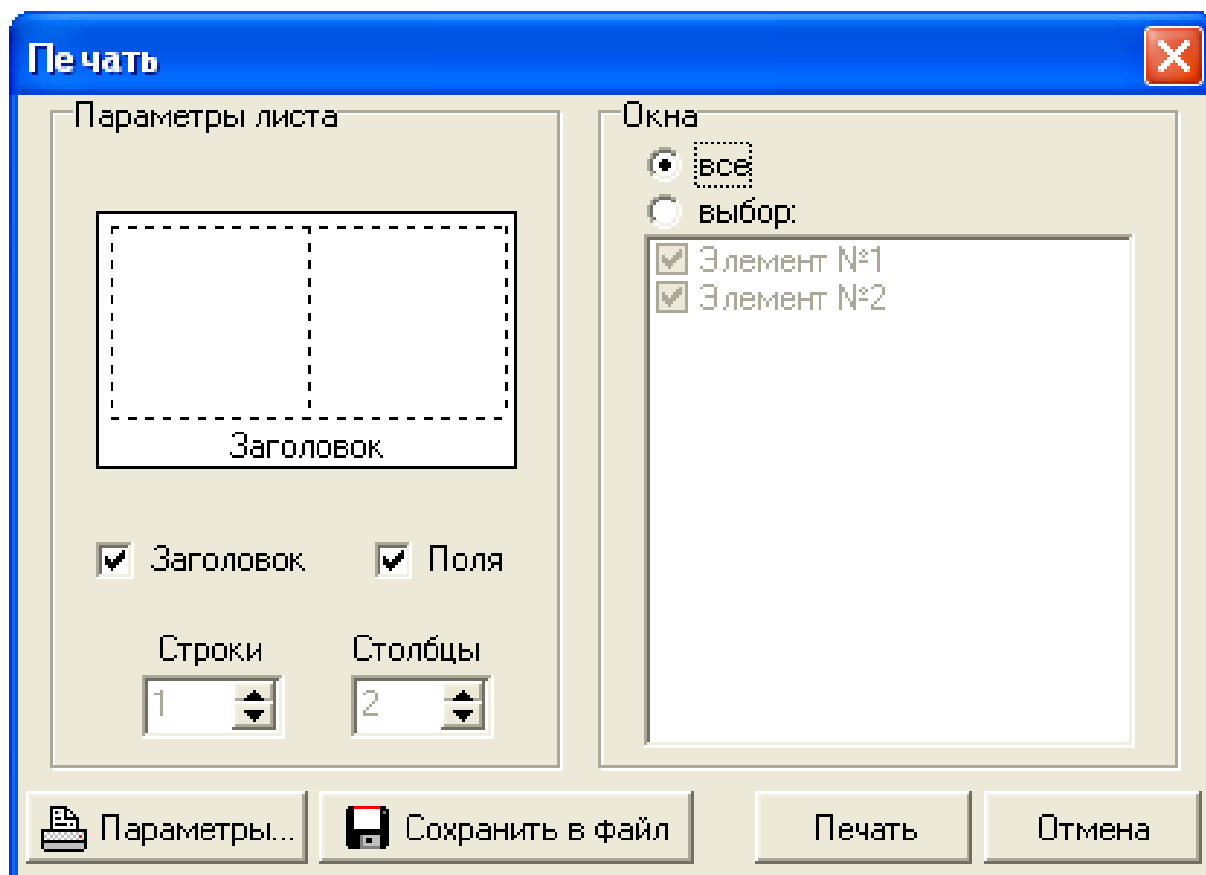

Рис. 24. Окно «Печать».
- кнопка **«Печать»** выводит окно **«Печать»** (см. рис. 24). В данном окне производятся настройки печати того сигнала, на панели управления которого была нажата кнопка **«Печать»**. Окно **«Печать»** состоит из двух меню: **«Параметры листа»**, **«Окна»** и четырех кнопок **«Параметры»**, **«Сохранить в файл»**, **«Печать»**, **«Отмена»**.
Меню **«Параметры листа»** отвечает за общий вид распечатанного листа, который предварительно отображается в данном меню (см. рис. 24). При активизации пунктов **«Заголовок»** и **«Поля»** на лист печати будут выведены соответственно информация о номере элемента, с которого была запущена печать и графики с полями. В пунктах **«Строки»**, **«Столбцы»** задается количество строк и столбцов, на которое будет разбит лист печати.
- для печати всех элементов в «**Окне выбора элементов**» необходимо выбрать пункт «**Все**» нажатием левой клавиши мыши, лист печати автоматически будет разбит на столько строк и столбцов, сколько элементов в данном замере (в данном случае (см. рис. 24) лист печати будет разбит на два столбца, где, в правом столбце распечатается элемент №1, в левом – элемент №2.)